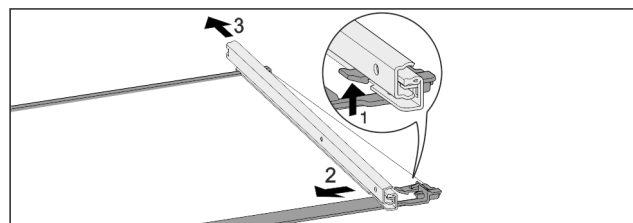

Fig. 191 Staklena ploča s vodilicama
- Prednji uskočnik pritisnite prema gore Fig. 191 (1)
- Izvlačnu vodilicu povucite u stranu Fig. 191 (2) i prema natrag Fig. 191 (3).